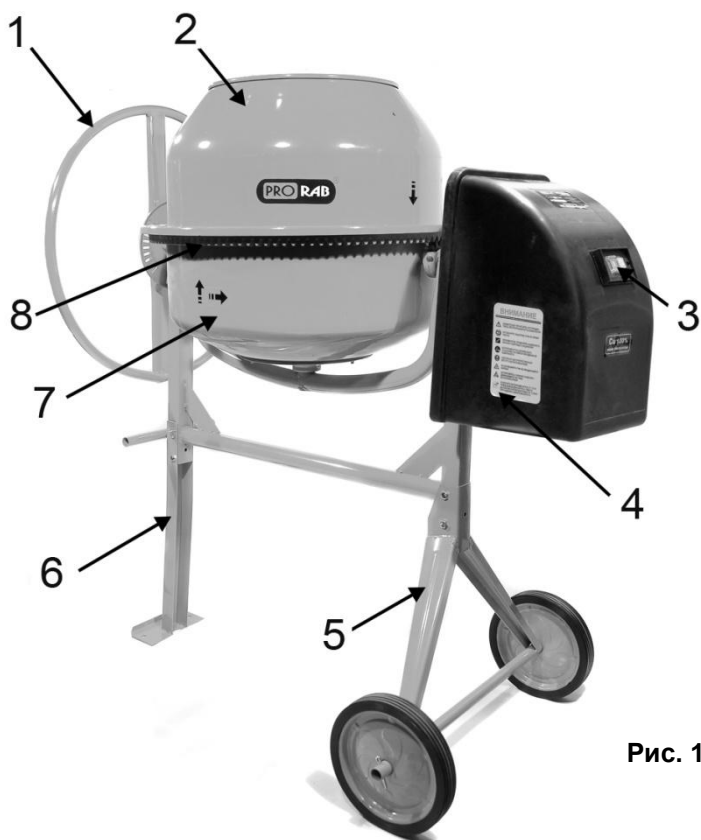

Рис. 1
- Наденьте на стойку оси (5)(См. Рис.1) колеса. И зафиксируйте их с помощью стопоров - шплинтов
- Поместив верхний барабан (2)(См. Рис.1) на обод нижнего барабана (7)(См. Рис.1), убедитесь в совпадении пазов и стрелок, и свободном вращении лопастей внутри барабана.
- Трансмиссия бетономесителя закрыта защитным кожухом (4) (См. Рис.1)
2. Нажмите на зеленую кнопку включения (3)(См. Рис.1), расположенную сбоку на защитном кожухе электродвигателя.
3. Для отключения – нажмите на красную кнопку (3)(См. Рис.1).
- Наклон и позиция барабана фиксируется с помощью колеса (1)(См. Рис.1) на боковой его части. Барабан зажимается в определенном положении посредством специального рычага на колесе. Переворачивать барабан можно, если он зафиксирован с помощью ножной педали. Для того, чтобы поставить барабан в фиксированную позицию, ослабьте педаль и вращайте колесо пока положение не зафиксируется.